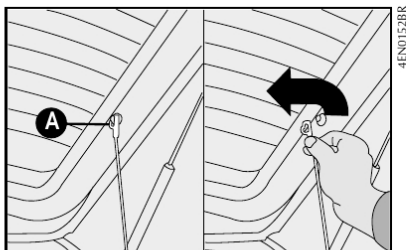

fig. 65
1) Soltar as extremidades superiores **A-fig. 65** dos dois tirantes, desprendendo as argolas dos sedes.